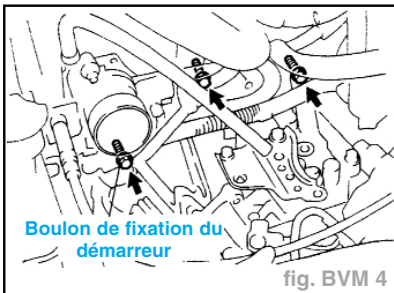

fig. BVM 4
- Déposer les 2 boulons de montage de la partie supérieure de boîte-pont (fig. BVM 4).